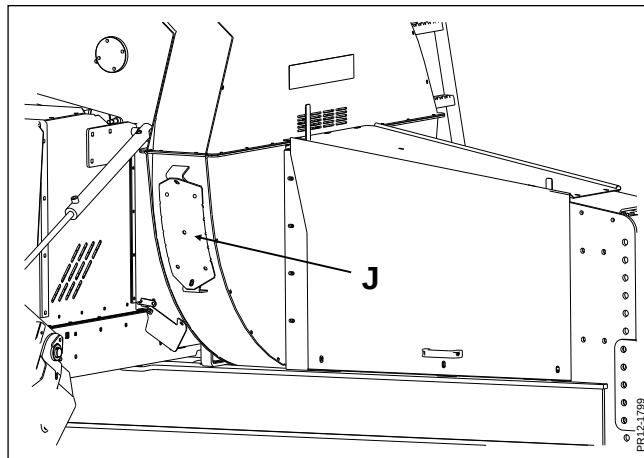

Abb. 3-1
Abb. 3-1 Dazu muss die Inspektionsklappe (J) seitlich des Gebläsegehäuses abmontiert werden. Nun ist es möglich, den Rotor zu drehen um zu überprüfen, ob die Schaufelblätter verbogen sind. Diese ggf. auswechseln. Siehe Ersatzteilkatalog.